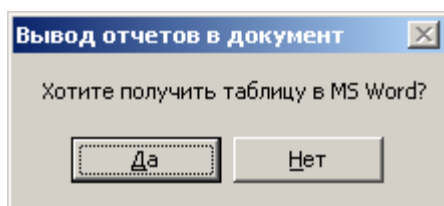

Рис. 11.
- Если мы выбрали расчет без ТБО, то после нажатия на кнопку **">> Расчет"**, нужно дождаться сообщения о завершении расчета. После этого будет выдано сообщение (Рисунок 11):